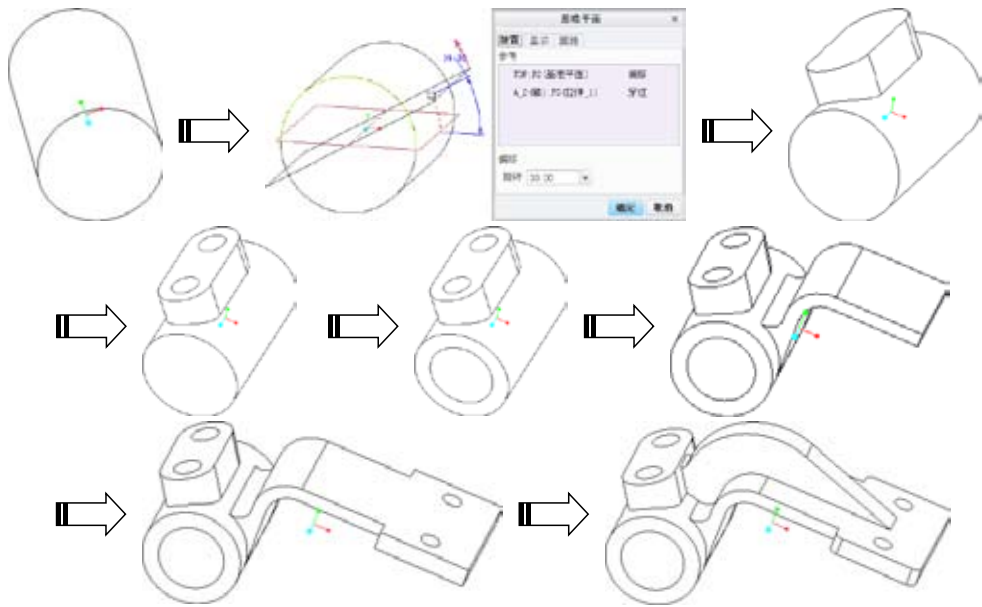

图3-126 叉架创建流程
- 03 创建拉伸体。单击【模型】选项卡中【形状】命令组中的【拉伸】按钮, 创建如流程图所示的拉伸体。叉架模型创建流程, 如图3-126所示。